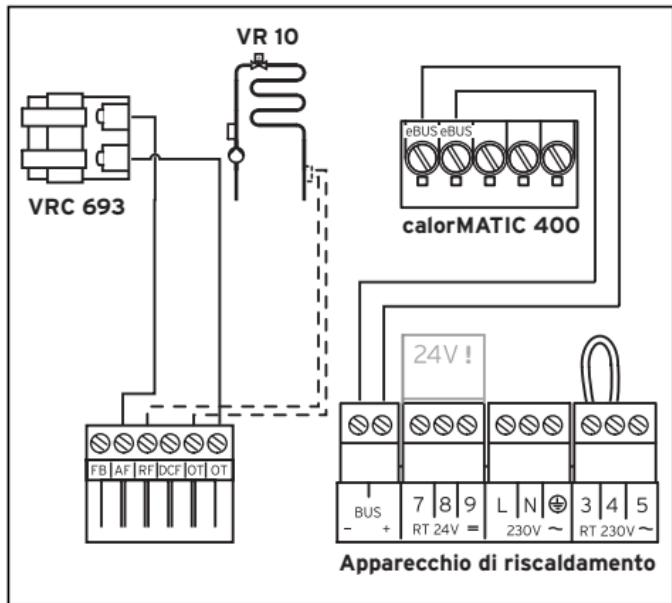

Fig. 10.1 Allacciamento elettrico
Il collegamento alla caldaia avviene tramite un cavo bus a due conduttori (eBus), vedere fig. 10.1.
- Collegare i morsetti come illustrato nello schema di collegamento (fig. 10.1).
- Assicurarsi che la guarnizione della scatola alloggi correttamente nella parte superiore (1), quindi premere quest'ultima sulla scatola.
- Fissare la parte superiore (1) con la parte inferiore della scatola utilizzando le viti in dotazione (2).
In caso di montaggio a parete, la comunicazione con la caldaia avviene tramite eBus. Tutti i connettori eBus sono realizzati in modo da poter cablare almeno $2 \times 0,75 \text{ mm}^2$ (valore consigliato) per morsetto. A tale scopo è possibile scambiare i cavi senza interferire minimamente con la comunicazione (Fig. 10.1).
La sonda VR 10 viene collegata direttamente alla caldaia (vedere fig. 10.1).